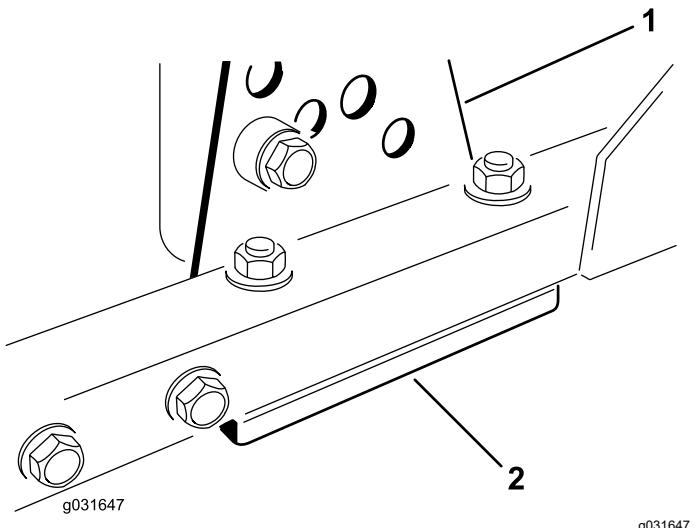

Figura 71
- Togliete la staffa dell'altezza di taglio (anteriore, sinistra o destra) dal telaio del piatto di taglio (Figura 71).
2. Regolate gli spessori di 1,5 mm e/o 0,7 mm fra il telaio del piatto di taglio e la staffa per ottenere l'altezza di taglio desiderata (**Figura 71**).
3. Montate la staffa dell'altezza di taglio sul telaio del piatto di taglio, lasciando gli spessori rimasti sotto la staffa (**Figura 71**).